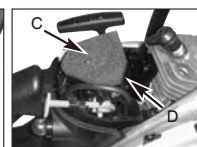

Fig. 15B
2. Ridicați filtrul de aer (C) din compartimentul de ventilație (D) (Fig. 15B).